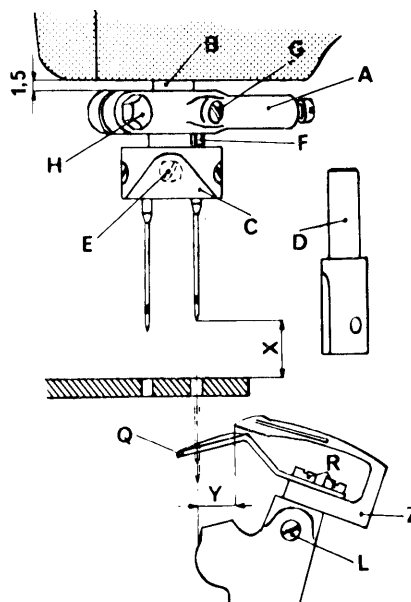
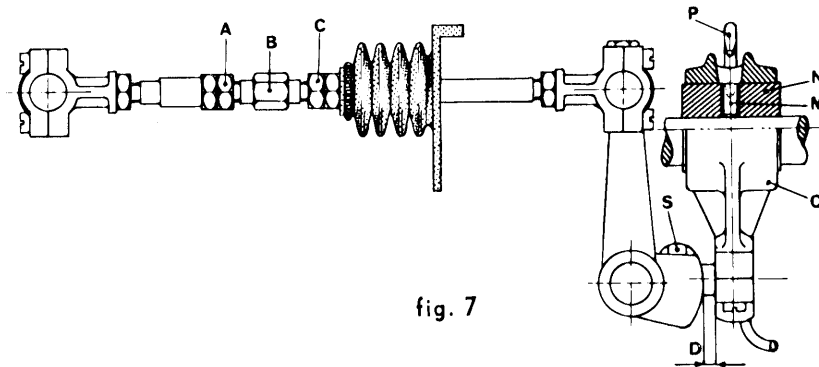

fig. 3
fig. 7
S. 1651.00 per esecuzione quote come da fig. 3
S. 1652.00 per esecuzione quote come da fig. 7
##### 3. Posizionamento dell'ago (fig. 3)
- Inserire fino in fondo il crochet Z nell'apposita sede e bloccarlo sul piano del gambo con la vite L (fig. 3).
- Eseguire la misura D col calibro S. 01652.00 per biella comando crochet (fig. 7) agendo sul dado S.
- Ricercare la misura Y (tabella fas.) dalla punta del crochet all'ago di destra (fig. 3).
- Allentare i controdadi A e C (fig. 7) e ruotare il perno B in un senso o nell'altro fino ad ottenere la misura Y (fig. 3) (calibro S. 1651.00).
- Bloccare leggermente i due controdadi A e C (fig. 7).
- Se la corsa del crochet é ritardata o anticipata, bisogna allentare i due grani interni M dell'eccentrico N della biella O (fig. 7) e, tenendo fermo l'eccentrico M, ruotare il volantino della macchina in modo da ottenere la condizione voluta.
**Nota:** Se questa condizione non si verificasse, si deve allungare o accorciare la corsa del crochet agendo sulla vite S (fig. 7) variando così la quota D. In questo caso si devono poi rivedere tutte le condizioni di fasatura eccetto quelle descritte nel primo capoverso.
- Bloccare i controdadi A e C (fig. 7).
**Nota:** Quando si sposta la biella per eseguire la misura D (fig. 7), tenere presente che l'eccentrico N sia sempre centrato rispetto alla testa di biella O. In caso di eccessivi spostamenti, modificare la posizione del tubetto di lubrificazione P spostandolo adeguatamente in modo che la mezzeria coincida con il centro del foro esistente sulla testa di biella O.
#### 5. Montaggio spingi ago su crochet inferiore (fig. 3)